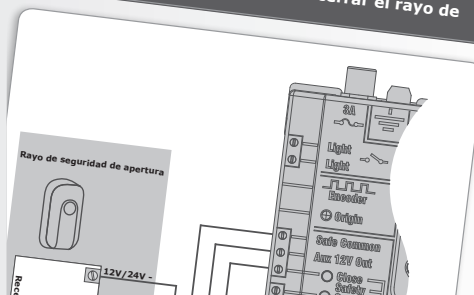

FIGURA 32
2. Monte el marcador de origen en la cremallera a una distancia mínima de 500mm del sensor de origen. Consulte la Figura 32 (vista isométrica A o vista de plano B)
3. Monte el marcador de origen en la cremallera con el soporte proporcionado, consultando la Figura 32